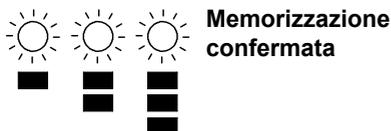

Figura 7.11
- Per memorizzare il settaggio premere il pulsante di ripristino 6 in Figura 7.7 per circa 5 secondi, le spie di segnalazione 3 in Figura 7.7 lampeggiano tutte quante simultaneamente come in Figura 7.11 (legenda spie a pag. 7)